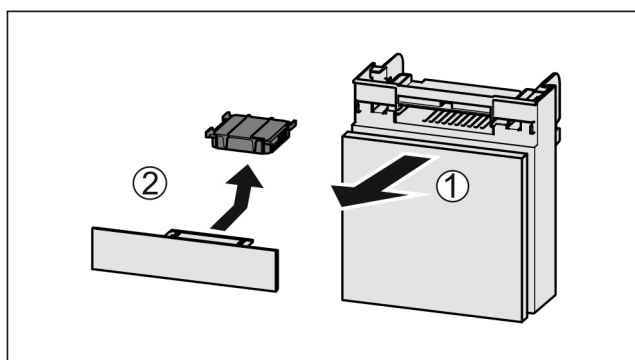

Fig. 157
- ▶ Вытянуть Fig. 157 (1) отделение движением вперед.
- ▶ Извлечение Fig. 157 (2) фильтра с активированным углем.